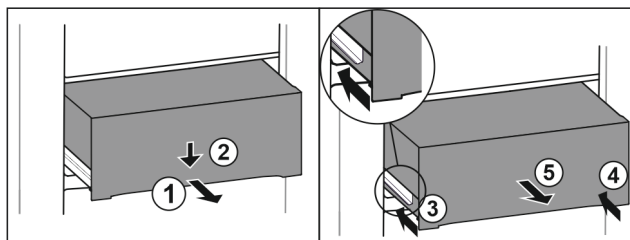

Fig. 104
- ▶ Trekk skuffen ut halvveis. Fig. 104 (1)
- ▶ Skyv skuffen foran nedover. Fig. 104 (2)
- ▶ Sett inn den venstre skinnen ca. 2 cm. Fig. 104 (3)
- ▶ Sett inn den høyre skinnen ca. 2 cm. Fig. 104 (4)
- ▶ Ta ut skuffen framover. Fig. 104 (5)